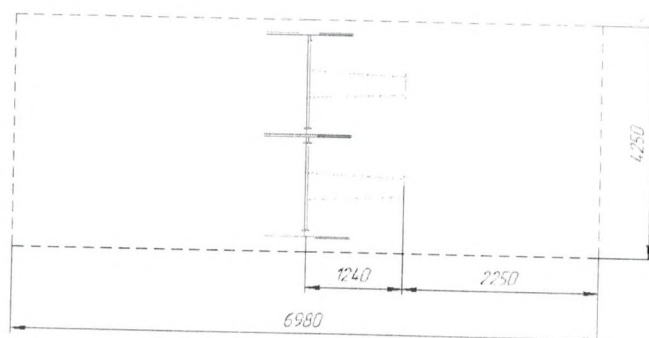
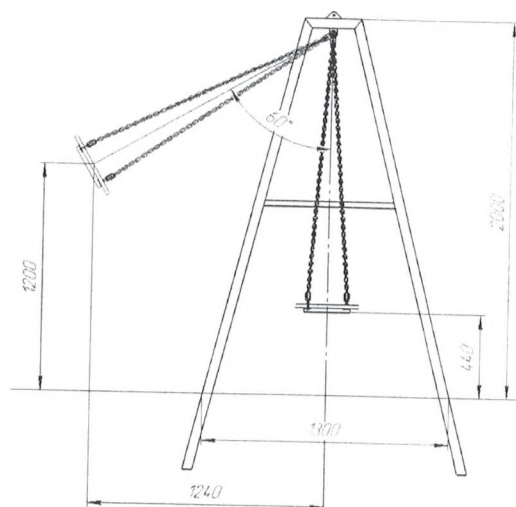

Рис.3 Зона приземления
Рис.4 Высота свободного падения
12.3 Под изделием игровой площадки с высотой свободного падения более 600 мм должно быть ударопоглощающее покрытие по всей области приземления. При высоте свободного падения менее 600 мм в отдельных местах устраивают ударопоглощающее покрытие. Зона приземления показана на рис. 3. Высота свободного падения 1200 мм, показана на рис.4.